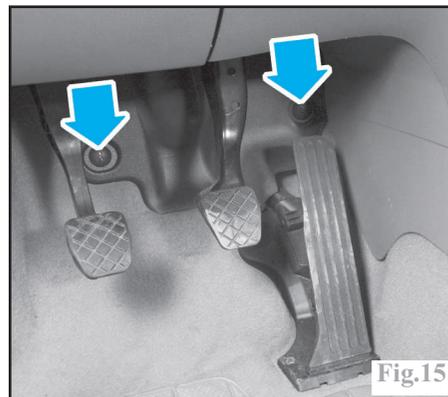

Fig. 15
- le cache sous les pédales (Fig. 15).
- le revêtement du plancher derrière les pédales (Fig.15).